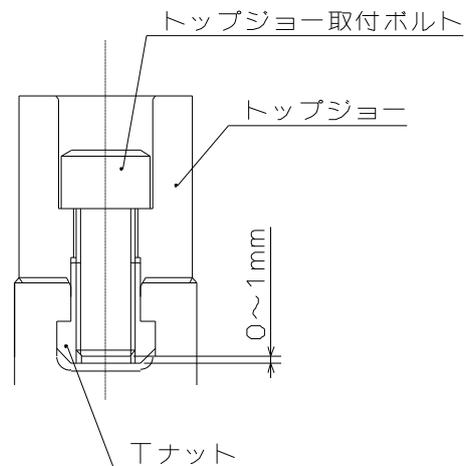

図 13
- ジョー取付ボルトの T ナットに対するねじ込み深さが浅いと、T ナットが破損し、ジョーや工作物が飛散して危険。取付ボルトが長すぎて T ナット底面から突き出ている場合も、トップジョーが固定されないため、ジョーや工作物が飛散して危険。従って、ジョー取付ボルトの全長は T ナットの底面より 0~-1mm 程度とすること。(図 13 参照)